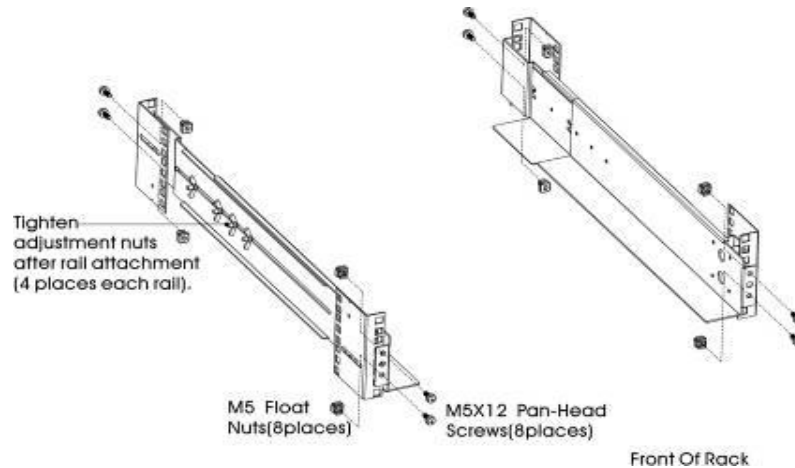

Abbildung 2: Befestigung der Schiene
- b) Wählen Sie im Serverschrank einen Platz der passenden Größe zur Positionierung der USV aus (siehe Abbildung 2). Die Schiene ist an vier Positionen am vorderen und hinteren Ende des Schrankes befestigt.